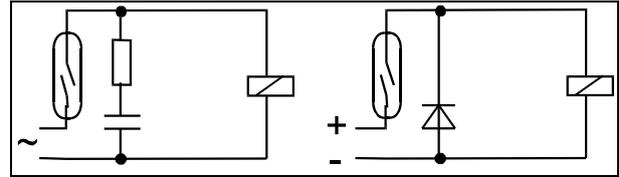

Abb. 6b: Schutzmaßnahmen für Gleich- und Wechselspannungen
In dieser Schaltung ist der Grenzschalter ein normaler mechanischer Schalter (Reedkontakt) für kleine Gleich- oder Wechselspannungen. Für den Reedkontakt sind daher die üblichen Schutzmaßnahmen vorzusehen (s. Abb. 6b).
**Grenzwerte** (s. Kap. 9) und **Schutzmaßnahmen** (s. Abb. 6b) beachten.